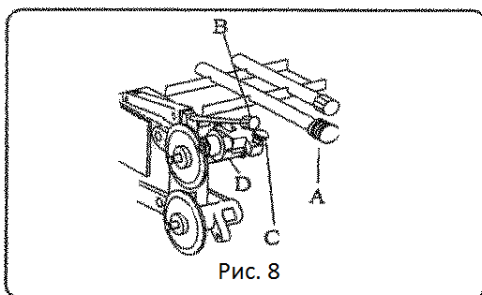

Рис. 8
- Регулируя красную рукоятку С (см. рис. 8), медленно приближайте щетку.
- С помощью крышки D (см. рис. 8) несколько раз сместите щетку влево к верхнему и нижнему заточному камню.
- Поворачивайте рукоятку В (см. рис. 8) на 2-3 оборота в направлении по часовой стрелке для извлечения верхнего заточного камня.
- Поворачивайте рукоятку А (см. рис. 8) в направлении против часовой стрелки, пока нижний заточный камень не приблизится к лезвию ножа.
- Поворачивайте рукоятку В (см. рис. 8) в направлении против часовой стрелки, пока верхний заточный камень не приблизится к лезвию ножа.
- Поворачивайте рукоятку А (см. рис. 8) в направлении против часовой стрелки и надавливайте на заточный камень для заточки лезвия ножа.